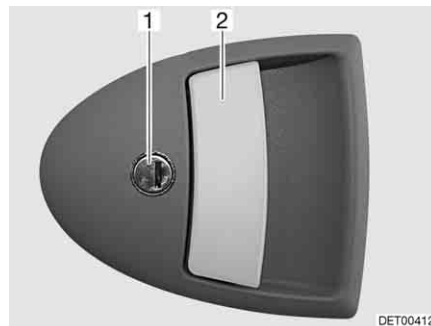

Fig. 28 Serrure de la porte cellule, à l'extérieur
Ouvrir : ■ Insérer la clé dans le barillet (Fig. 28,1) et la tourner jusqu'à ce que la serrure de la porte soit déverrouillée.
■ Tirer sur la poignée de la porte (Fig. 28,2). La porte est ouverte.
Verrouiller : ■ Insérer la clé dans le barillet (Fig. 28,1) et la tourner jusqu'à ce que la serrure de la porte soit verrouillée.